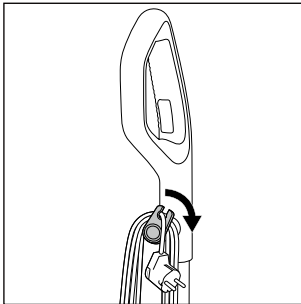

Abb. 16
- ◆ Wickeln Sie das Netzkabel **17** vollständig von den Kabelhaltern oben und unten **16/20** ab. Um das Netzkabel **17** schnell von den Kabelhaltern **16/20** abzuwickeln, ziehen Sie den oberen Kabelhalter **16** etwas heraus und drehen Sie diesen nach unten (siehe Abb. 16).